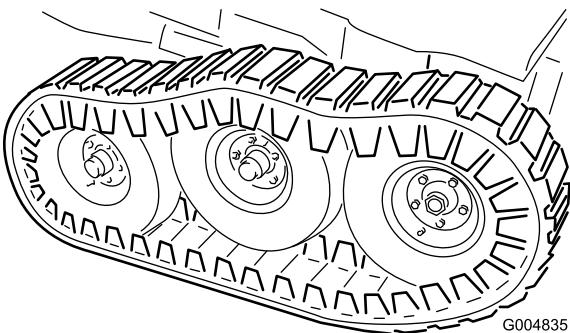

Bild 54
26. Senken Sie den Wagenheber ab, bis die Vorderräder den Rahmen abstützen. Befestigen Sie die Flachscheiben (1/2") und Sicherungsmuttern am Bolzen des Drehgestell-Drehzapfens (Bild 54) und ziehen sie bis auf 102 Nm an.